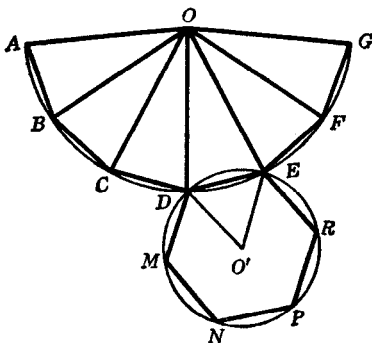

图 1-4
(1) 以 250mm 为半径作圆弧 $\widehat{AG}$ (图 1-4)。